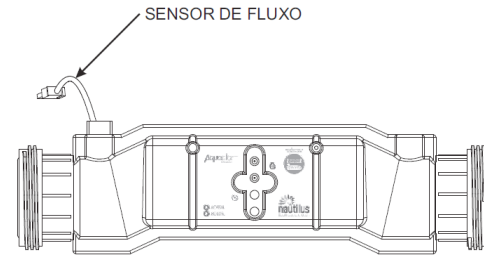

Figura 3
2. Célula Eletrolítica: Produzida em plástico ABS (figura 3), com anodos de titânio, um dos materiais mais resistentes à corrosão causada por quase todos tipos de produtos (inclusive o Cloro), que tem como finalidade “quebrar” as moléculas de sal (Cloreto de Sódio NaCl) e água (H₂O) e reagrupá-las, transformando-as em Hipoclorito de Sódio (NaClO), um agente com alto poder bactericida. Essa “quebra de moléculas” ocorre através de um processo chamado eletrólise, que é gerenciado pela caixa de comandos.
3. Sensor de Fluxo: É um dispositivo de segurança que quando detecta o fluxo de água na tubulação da piscina, envia um sinal elétrico para a caixa de comando que inicia a produção de cloro. Caso ocorra algum problema, como por exemplo, a queima da motobomba ou qualquer outra anomalia que impeça ou restrinja o fluxo de água, a caixa de comandos não permitirá a produção de cloro. A **figura 3** mostra o fluxostato montado na cuba da célula.